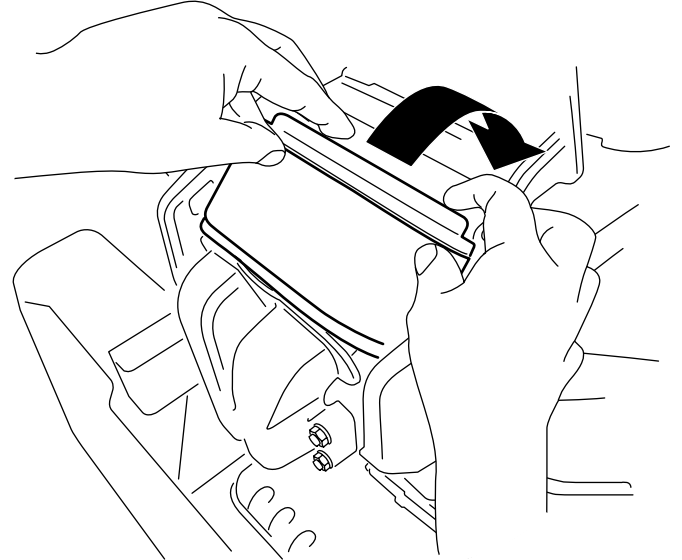

Figura 38
3. Rotii filtrul în jos, în cameră, apoi aezai-l complet pe colector (**Figura 38**).